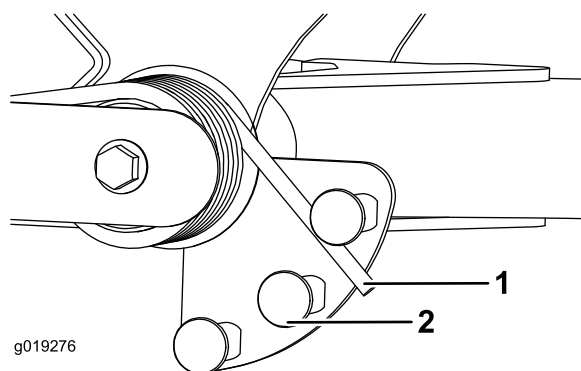

Figura 41
2. Inserite un tubo o un oggetto simile sull'estremità della molla lunga e giratelo attorno all'attuatore della molla nella posizione desiderata (Figura 41).